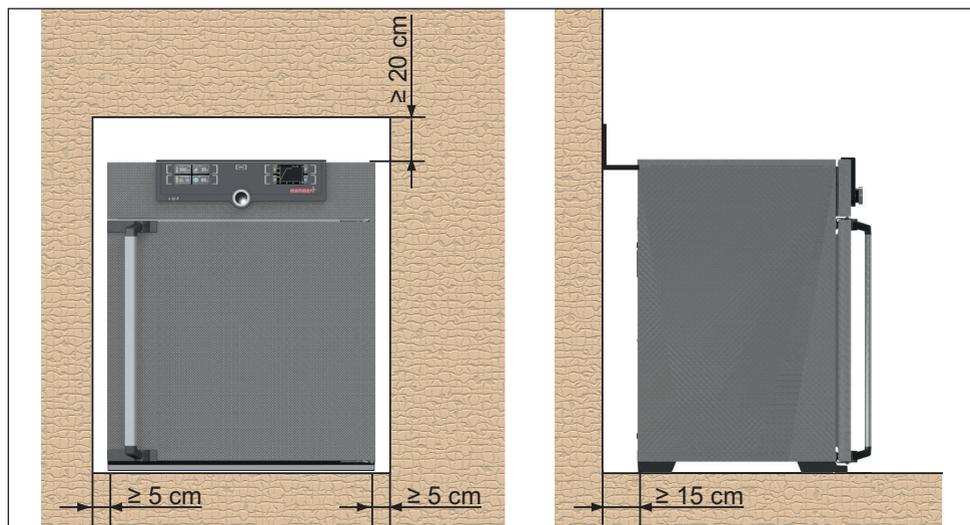

Fig. 9 Distâncias mínimas em relação a paredes e ao teto
A distância entre a parede e a parte de trás do aparelho deve, no mínimo, ser de 15 cm. A distância em relação ao teto não pode ser inferior a 20 cm, e a distância lateral em relação à parede ou a um aparelho vizinho não pode ser inferior a 5 cm (Fig. 9). Por princípio, deve ser assegurada uma circulação de ar suficiente no ambiente em redor do aparelho.
2. Dobrar a proteção de inclinação 90° para cima na distância para a parede pretendida (observar a distância mínima em relação à parede, consulte Fig. 9).